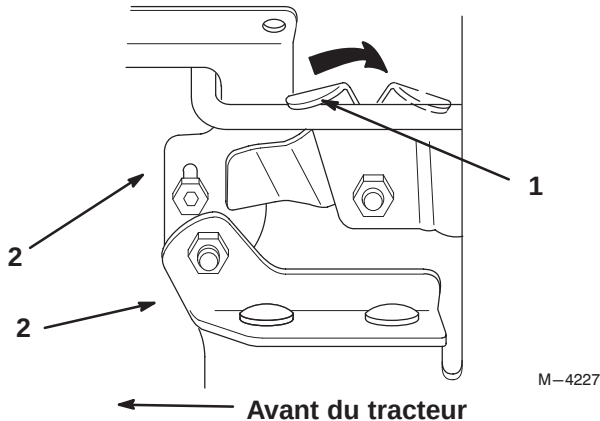

Figure 2
1. Poussez le verrou en arrière quand vous commencez à baisser le capot (Fig. 2).